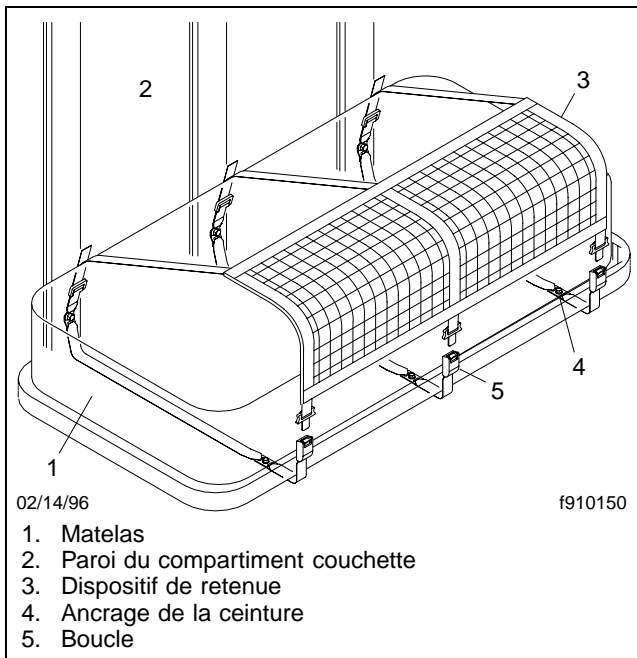

Fig. 5.10, Dispositif de retenue de la couchette
1. Depuis le pied de la couchette, tirez l'attache métallique de la ceinture pour l'enclencher dans la boucle. Reportez-vous à la **figure 5.10**.